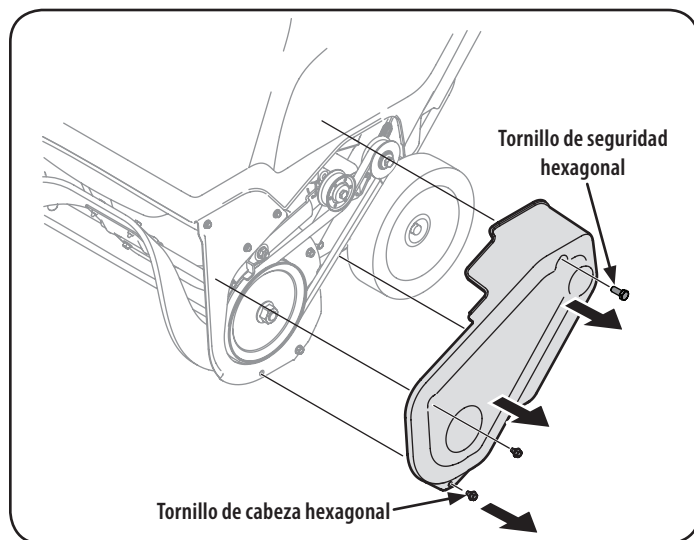

Figura 3
- Para sacar la cubierta de la correa saque los dos tornillos de cabeza hexagonal y un tornillo de seguridad hexagonal que la sujetan al bastidor. Vea la Figura 3.